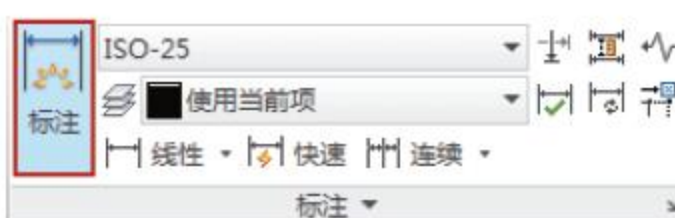

图5-48 【标注】面板
- 【注释】选项卡：在【注释】选项卡中，单击【标注】面板中的【标注】按钮，如图5-48所示。